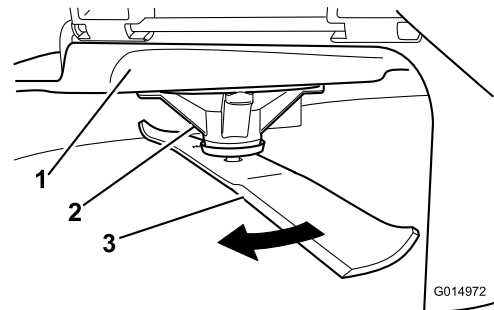

図 59
2. 厚手の丈夫な手袋をはめるなどして確実に保護した手で、ブレードをゆっくり回転させ、適当な位置で、刃先から床面までの距離を測定する 図 59。